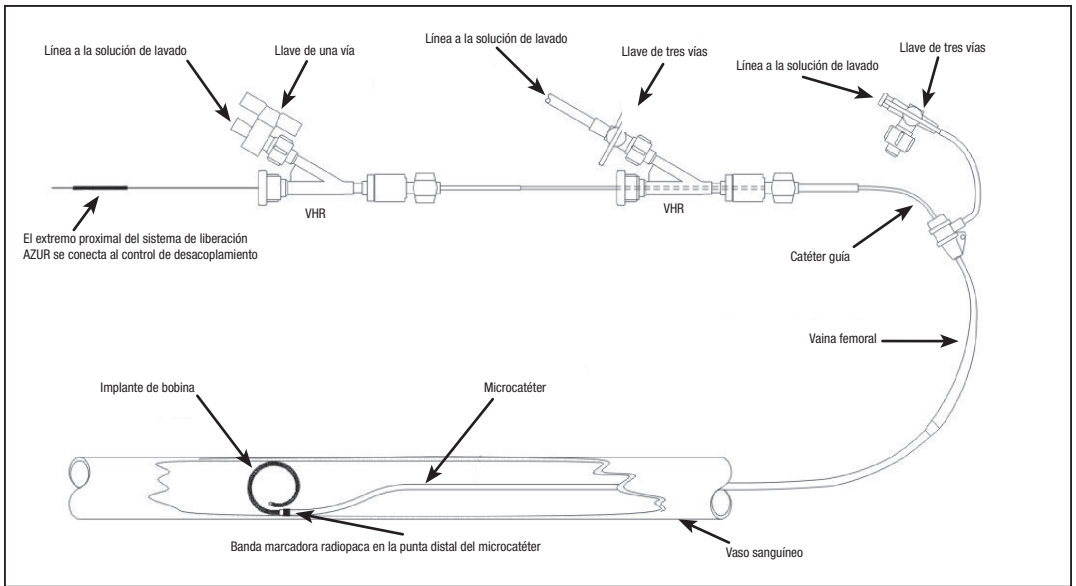

Figura 1. Diagrama de configuración del sistema AZUR
1. Consulte el diagrama de configuración en la figura 1.